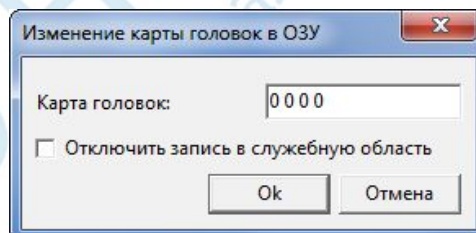

Рис. 8.7.
- ◆ Заранее неизвестно, из-за какой головки накопитель не запускается, поэтому замените все головки на нулевую (Рис. 8.7).